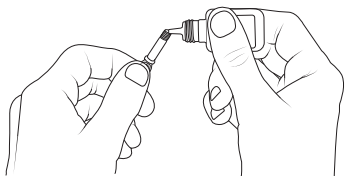

Fig. 3
4. Apply thread adhesive to the crossbar threads [Fig 3].
- Aplique adhesivo para correas en las correas de la barra [fig. 3].